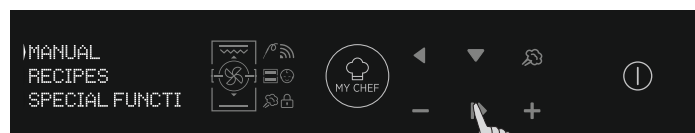

Figura 8
- Pressione o botão OK quando a seta no visor em MANUAL for definida para cozinhar em 3 etapas simples. (Figura 8)